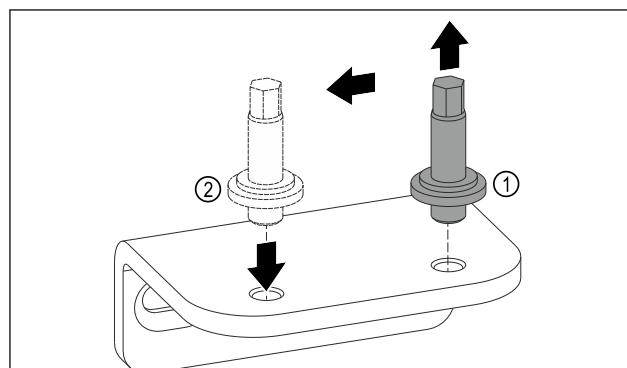

Fig. 13
- Desatornillar el perno del soporte del cojinete inferior con una llave Allen SW5. Fig. 13 (1)
- ▶ Insertar el perno en el lado opuesto. Fig. 13 (2)